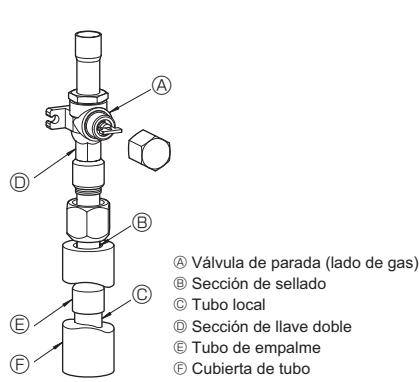

Fig. 4-3
③ Utilice el siguiente procedimientos para conectar el tubo del lado de gas. (Fig. 4-3)